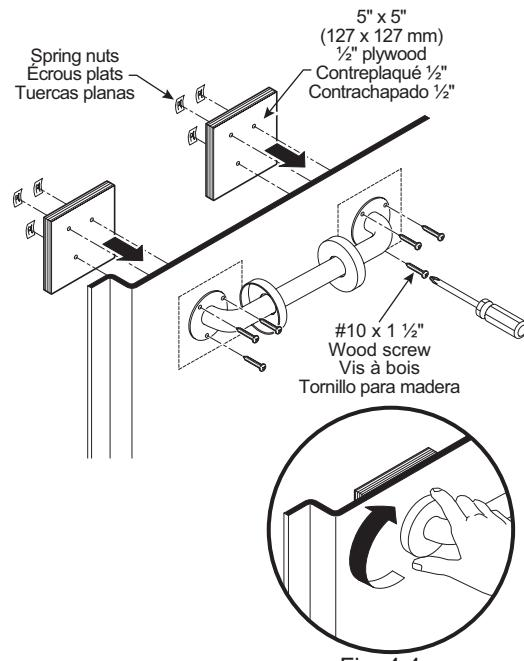

Fig. 4.4
- c) Cut out two (2) square reinforcements approximately 5" X 5" (127 X 127 mm), from 1/2" plywood, for each extremity of the support bar. Fig. 4.4
- d) Position reinforcement behind each flange and screw in until the #10 X 1 1/2" screw has entirely gone through it. Fig. 4.4.
- e) Install a flat nut behind each of the screws. Firmly tighten them using pliers, if necessary. Fig. 4.4.
- c) Découper deux (2) renforts carrés d'environ 5" x 5" (127 x 127 mm), dans un contreplaqué 1/2", pour chacune des extrémités de la barre de soutien. Fig. 4.4
- d) Positionner un renfort derrière chaque bride et visser jusqu'à ce que la vis #10 x 1 1/2" ait traversé entièrement ce dernier. Fig. 4.4.
- e) Installer un écrou plat derrière chacune des vis. Serrer fermement ces derniers en utilisant des pinces, si nécessaire. Fig. 4.4.
- c) Recortar dos (2) refuerzos cuadrados de aproximadamente 5 pul. x 5 pul. (127 x 127 mm), en contrachapado de 1/2 pul., para cada uno de los extremos de la barra de soporte. Fig. 4.4.
- d) Colocar un refuerzo detrás de cada brida y atornillar hasta que el tornillo #10 x 1 1/2" lo haya traspasado enteramente. Fig. 4.4
- e) Instalar una tuerca plana detrás de cada uno de los tornillos. Apretar con firmeza estos últimos mediante alicates, si fuera necesario. Fig. 4.4